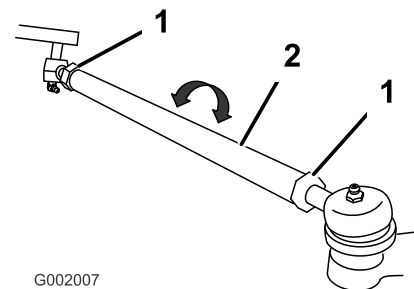

Figure 51
- Si les mesures obtenues sont hors spécifications, desserrez les écrous de blocage aux deux extrémités des biellettes (Figure 51).